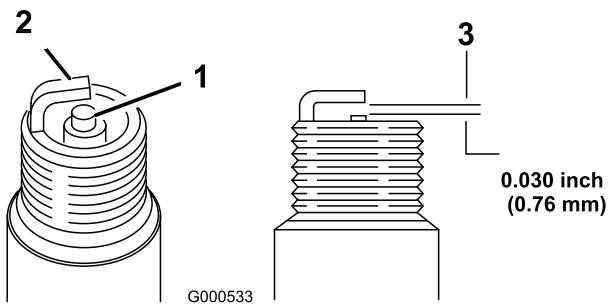

Figura 24
5. Defina folga na vela para 0,76 mm (Figura 24).